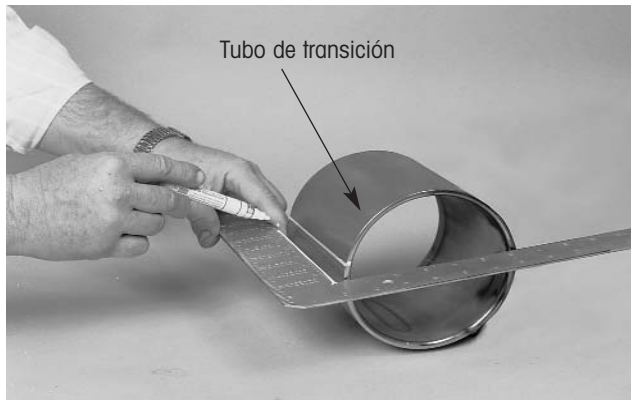

Figura 24. Trazando una línea de orientación en el tubo de transición
4. Usando una escuadra, dibuje una línea en el tubo de transición (figura 24). Esta línea se usará para orientar adecuadamente el buje durante la instalación.